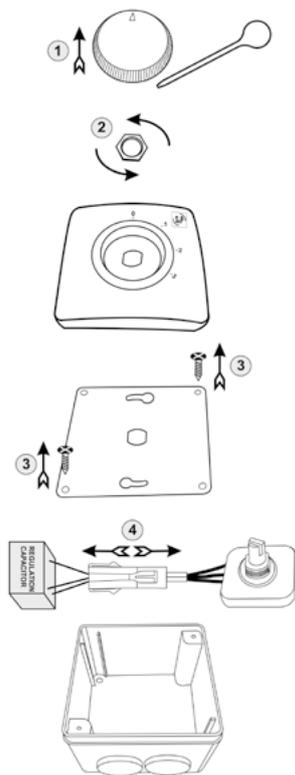

Fig. 1
1. Pour connecter le KIT RC HTB à un ventilateur de plafond de la gamme HTB de S&P, vous devrez tout d'abord extraire le condensateur de régulation qui se trouve à l'intérieur de la boîte du régulateur de vitesses mural, fourni en série avec le même ventilateur de plafond HTB. (Fig. 1)